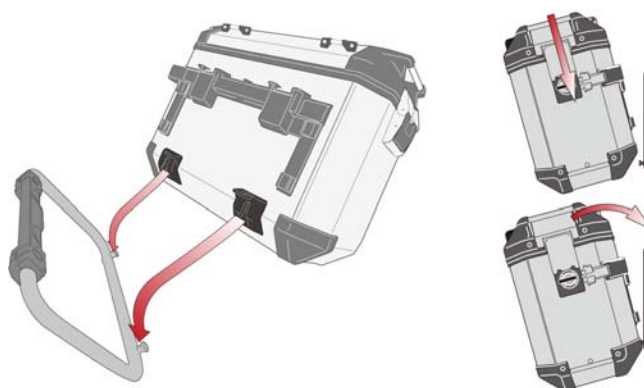

図 C1
- ①OBK モノキーサイドケースのキーシリンダー側（必ず車体後方側となる向きで組み付けます）を確認し、ケースの左右を判別します。
- 蓋に設けられたグリップバー（2箇所）を両手でしっかりと支え持ち、脱落させないように十分注意しながら、車体側 PL-CAM パニアホルダー下側の凸フック部（2箇所）にケース背面下側の凹部（2箇所）を吻合させます。（図 C1 参照）
- 引き続きケースをしっかりと支え持ち、車体が不用意に倒れたり手順 2 で行なった吻合が外れないよう十分注意しながらパニアホルダー上側のアタッチメント（吻合部 2箇所）にケース背面上側の吻合部（2箇所）を押し当て、パニアホルダーにケースを確実に取り付けます。（図 C1 参照）